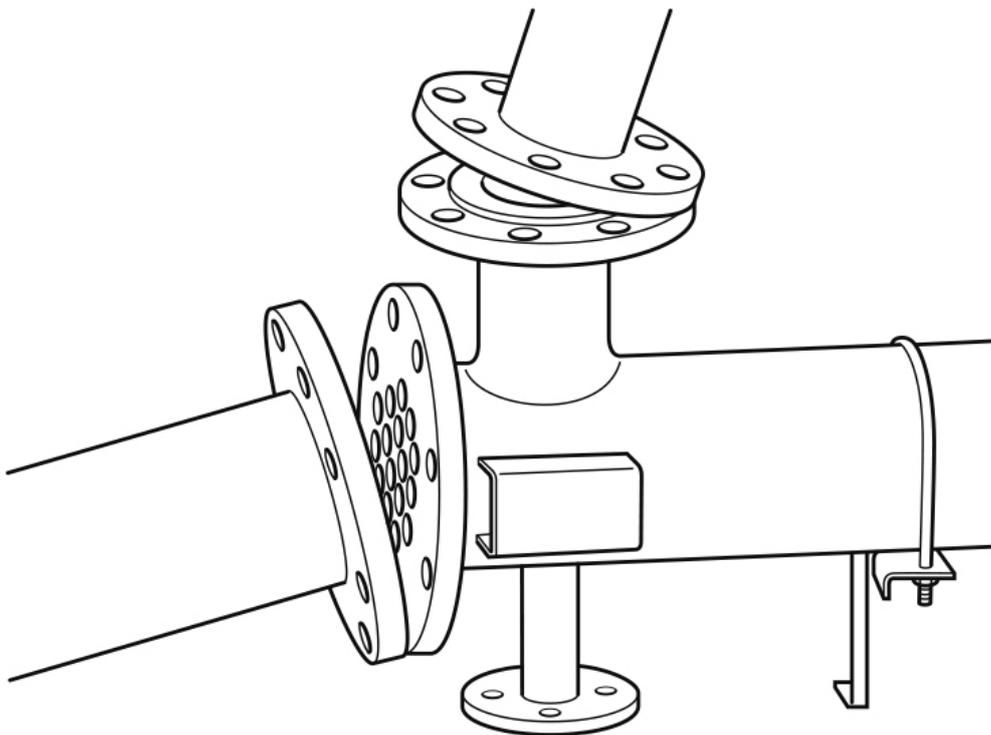

Fig. 8
4.7 Positionner l'échangeur sur le même axe que la tuyauterie horizontale ou verticale de façon à ne pas provoquer de contraintes sur les raccords (Fig. 8). **Ne pas forcer l'alignement des raccords.**